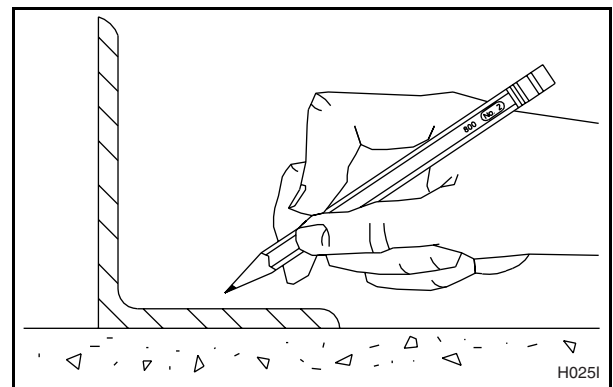

Figura 22
2. Utilice el bastidor de base elevado como modelo colocando el bastidor en la posición deseada y marcando los agujeros de montaje pretaladrados sobre el piso. Vea la Figura 22.